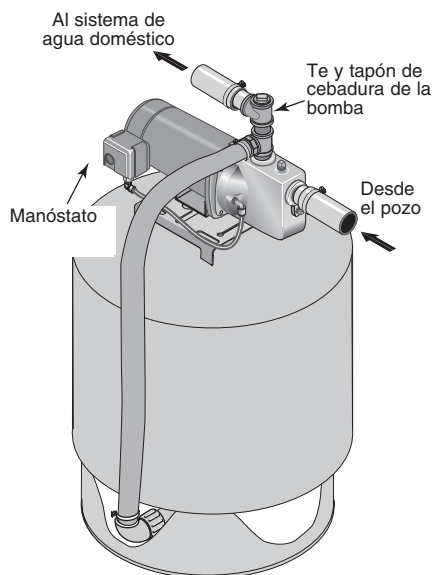

**Figura 3: Instalación para agua superficial**
## INSTALACION PARA AGUA SUPERFICIAL (Figura 3)
- Paso 2. Ensamble una válvula de pie y la tubería de aspiración (consulte la Figura 3). Asegúrese de que la válvula de pie funcione libremente. Utilizar cinta selladora de PTFE para roscas de tubería sobre las juntas roscadas de la tubería. Proteja la conexión de la válvula de pie contra peces, basura, etc. con la instalación de una criba a su alrededor (consulte la Figura 3).
- Paso 4. Instale un tubo en "T" para cebar, tapón para cebar y la tubería de aspiración a la bomba (consulte la Figura 3). Apoye la tubería para que no haya inclinaciones